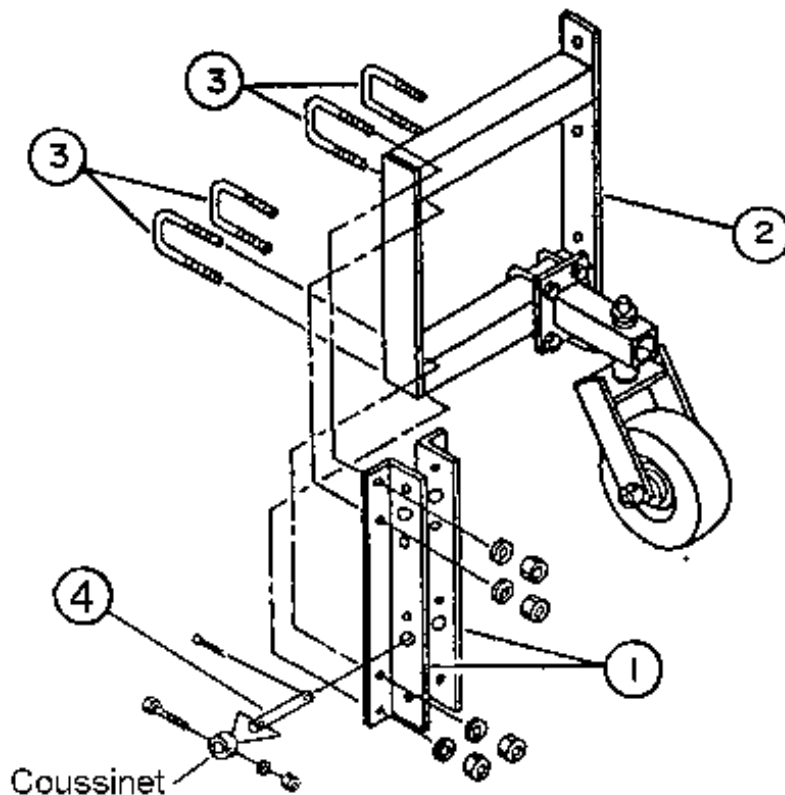

Figure 6
4. Attachez chaque paire d'angles (fig.6, item 1) aux adaptateurs de chargeur (fig.6, item 2) en utilisant 4 boulons en "U" 5/8" x 3" x 4 1/2" (fig.6, item 3), huit rondelles de blocage et écrous. Ne pas serrer.
- Dans certains cas, les angles (fig.6, item 1) ne conviennent pas parfaitement ; vous devrez les modifier ou en fabriquer des nouveaux.
- Les quincailleries (fig.6, item 4) sont en surplus: vous pouvez les utiliser selon vos besoins. Si vous utilisez le coussinet du chargeur : vous devez le souder au fer angle (fig.6, item 1), afin de stabiliser la goupille.